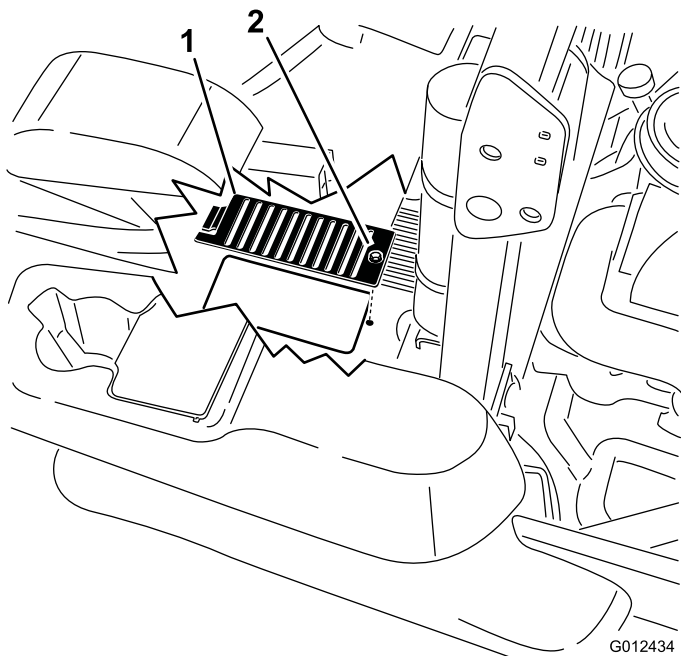

**Figura 76**
5. Rimuovete sporcizia ed erba dalle coperture dell'unità idraulica (Figura 76).